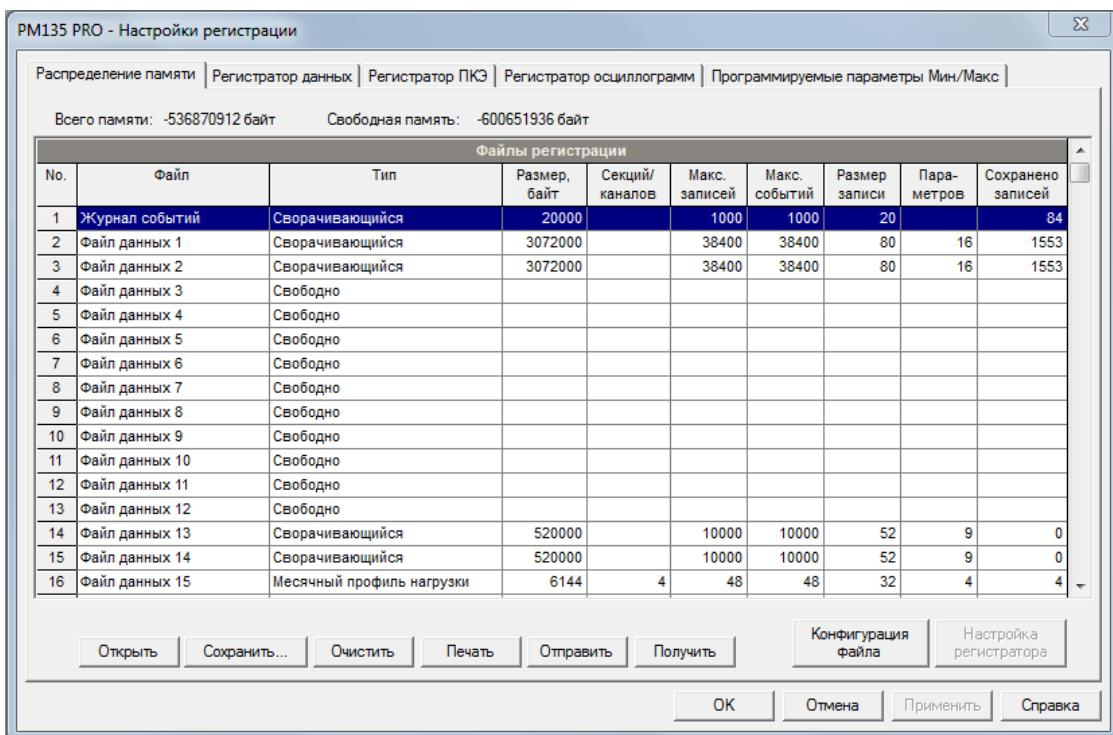

Рисунок 101 – Настройки распределения памяти
Для просмотра настройки памяти при помощи ПО PAS на панели меню выберите «Настройки» – «Настройки памяти/регистраторов», в открывшемся окне перейдите на вкладку «Распределение памяти» (рисунок 101). В таблице 42 представлено описание настроек параметров.
1. Выберите на панели меню «Настройки» – «Настройки памяти/регистраторов», в открывшемся окне перейдите на вкладку «Распределение памяти» (рисунок 101).